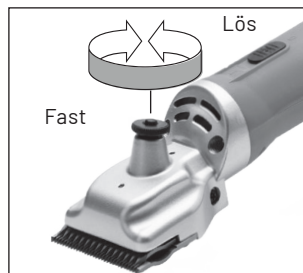

Fig. 1
2. För att justera skären, dra åt spännskruven (2) tills det första motståndet känns (fig. 1).